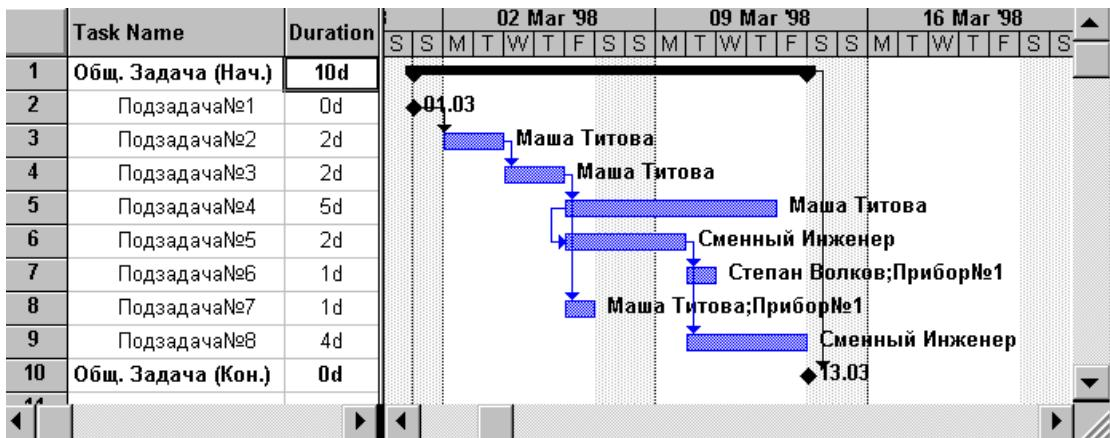

Рис.5.1.
1. Создать проект, образец которого приведен на Рис.5.1., обратив внимание на последовательность выполнения перечисленных ниже действий. Избегать совмещения действий из разных подпунктов.
- 1.6. Назначить ресурсы задачам как показано на Рис.5.1.(Сервис-Назначить Ресурсы)